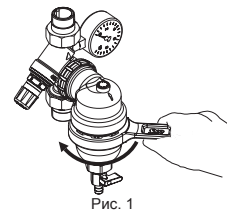

Рис. 1
- Открутить корпус фильтра (рис. 1)
- Filtertasse abschrauben (Bild 1)